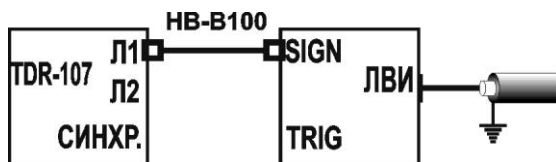
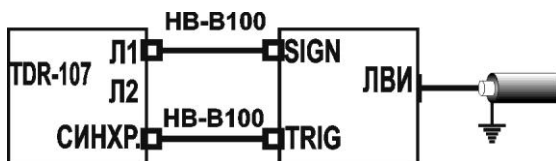

Рисунок 6-6 Схема соединения с ЛВИ: синхронизация по входу «Л1»
Рисунок 6-7 Схема соединения с ЛВИ: синхронизация по входу «СИНХР.»
- подключить переходные кабели на задней панели прибора согласно рис. 6-6 или рис. 6-7;